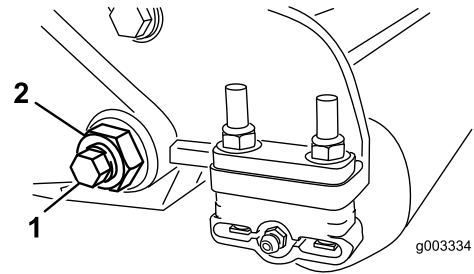

Figure 32
3. De chaque côté de la machine, desserrez le contre-écrou de fixation du boulon de la barre d'appui (Figure 32).
4. Retirez les boulons de la barre d'appui afin de pouvoir abaisser la barre et la déposer du boulon de la machine (Figure 32).